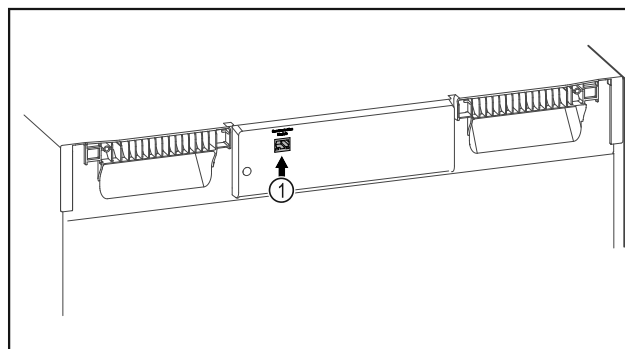

Fig. 105
- SmartModule Fig. 105 (1) er installert.